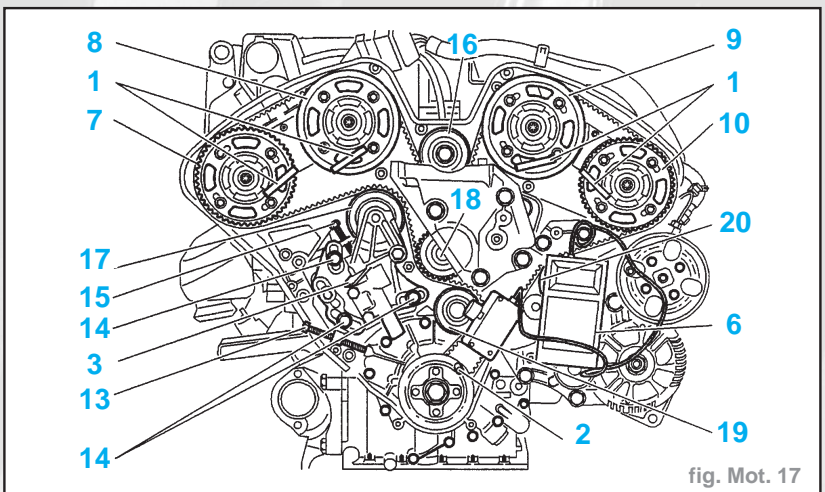

fig. Mot. 17
- Vérifier que les galets (16) (17) et (19) tournent librement (sans jeu et absence de point dur) (fig. Mot. 17).
- Mettre en place l'outil (4) (épingle de maintien 0187J).
- Mettre la courroie de distribution en place en respectant l'ordre suivant (fig. Mot.17) :
- galet enrouleur (20)
- poulie d'arbre à cames (10)
- poulie d'arbre à cames (9)
- galet enrouleur (16)
- poulie d'arbre à cames (8)
- poulie d'arbre à cames (7)
- galet tendeur (17)
- poulie de pompe à eau (18)
- galet enrouleur (19)
- Approcher la vis (13) pour tendre légèrement la courroie.
- Respecter l'ordre suivant (fig. Mot. 17) :
- Déposer les outils (1) (2) et (6).
- Déposer la vis (13) (fig. Mot. 17).
- Déposer l'outil (2).
- Piger les poulies d'arbre à cames à l'aide de l'outil (1).
- Si la pige (1) rentre : desserrer les vis de poulies d'arbres à cames de 45° .
- Si la pige (1) ne rentre pas : desserrer les vis de poulies d'arbres à cames de 45° , tourner le moyeu à l'aide du levier (5) jusqu'à pouvoir piger.